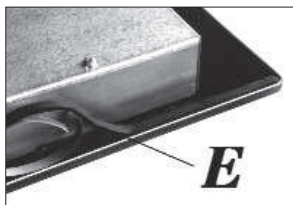

FIG. 14
- Retournez la table et positionnez correctement le côté adhésif du joint «E» (fig. 14) sous le bord du verre de manière à ce que le côté externe du joint coïncide parfaitement avec le bord périmétral externe du verre. Les extrémités des bandes doivent coïncider sans se chevaucher.